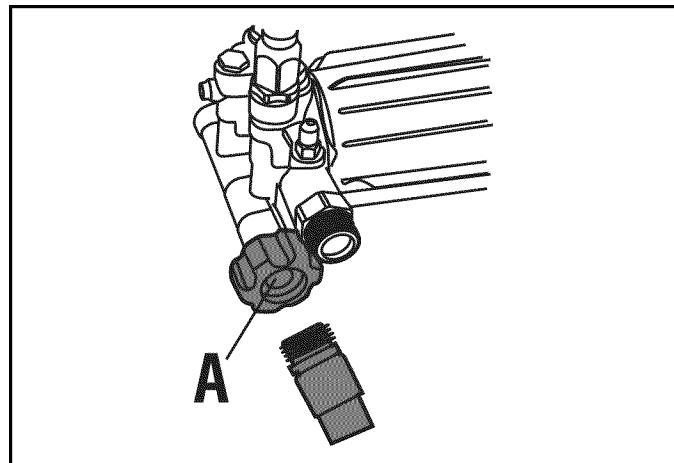

Figure 4-11. Inspecter le tamis de la prise d'eau
2. Avant de raccorder un tuyau d'arrosage à la prise d'eau, inspectez le tamis de la prise d'eau (A) (Figure 4-11). Nettoyez le tamis s'il contient des débris ou faites-le remplacer s'il est endommagé. NE faites PAS fonctionner la laveuse à pression si le tamis de la prise d'eau est endommagé.